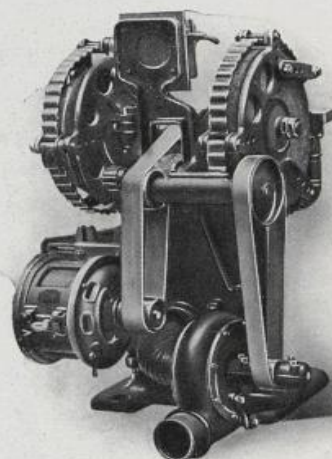

FIG. 310.
Il faut donc employer dans ce cas, soit des machines commandées par un renvoi en l'air sur lequel on dispose une poulie spéciale pour la commande du ventilateur, soit des machines à commande électrique individuelle (fig. 310).
**Commande électrique individuelle.** — La commande électrique individuelle est réalisée en disposant à l'arrière de la machine un châssis comportant à la partie inférieure des glissières verticales de position réglable, sur lesquelles se fixe, en applique, le moteur. Ce dernier attaque l'arbre porte-meule par courroie. A cet effet, le châssis porte deux galopins, à peu près à hauteur de l'arbre des meules. Les deux brins de la courroie partant du moteur s'élèvent verticalement, s'enroulent individuellement sur chaque galopin et repartent horizontalement pour attaquer l'arbre porte-meule (fig. 310).